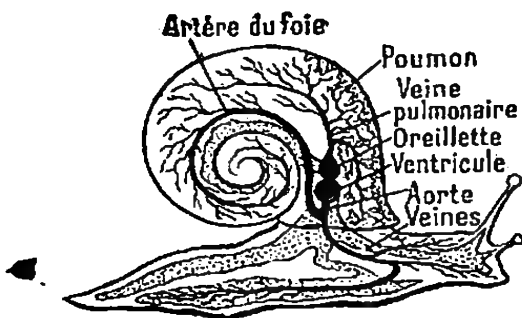
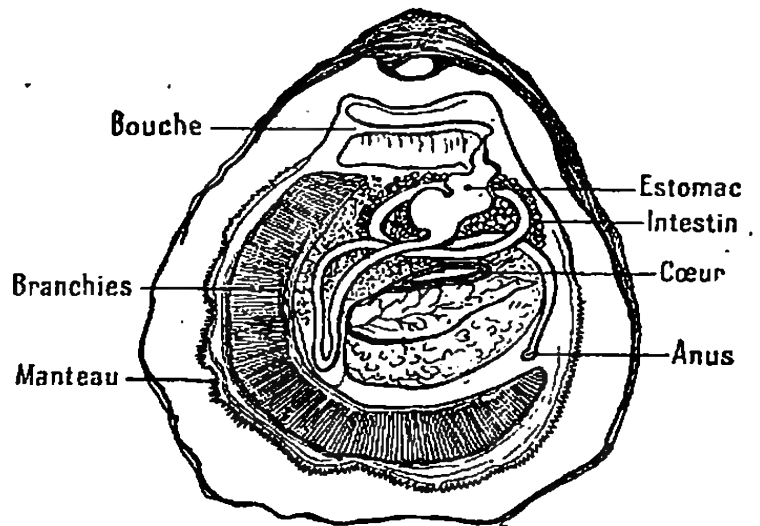

Fig. 241. — Appareil circulatoire de l'escargot.
Fig. 242. — Anatomie de l'huître.
11. Embranchement des mollusques. — Les principaux sont : 1° l'escargot (Voir 27^e leçon et fig. 241), dont la coquille est enroulée en spirale, et la limace (Voir 27^e leçon), qui a une coquille toute petite située en arrière de la tête. Ce sont des herbivores nuisibles ; 2° l'huître (fig. 242) et la moule, qui se fixent dans la mer et ont le corps protégé par une coquille à